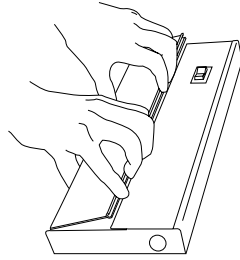

Figure 1
1. Carefully remove diffuser ① a by squeezing rounded (back) edge with forefingers while holding front side with thumbs. **See Figure 1.**
2. Remove channel cover ② and parts pack.
1. Retirer délicatement le diffuseur ① en appuyant sur l'extrémité arrondie (arrière) du bout des doigts tout en soutenant l'avant à l'aide des pouces. **Voir la Figure 1.**
2. Retirer le couvercle ② et le sac de quincaillerie.